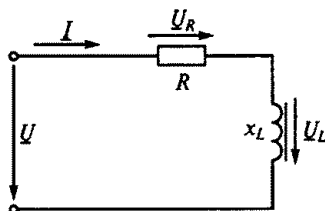

Рис. 85
3.24. Как изменятся напряжения U_R и U_L на участках цепи, показанной на рис. 85, если в катушку ввести ферромагнитный сердечник при условии, что $U = \text{const}$?